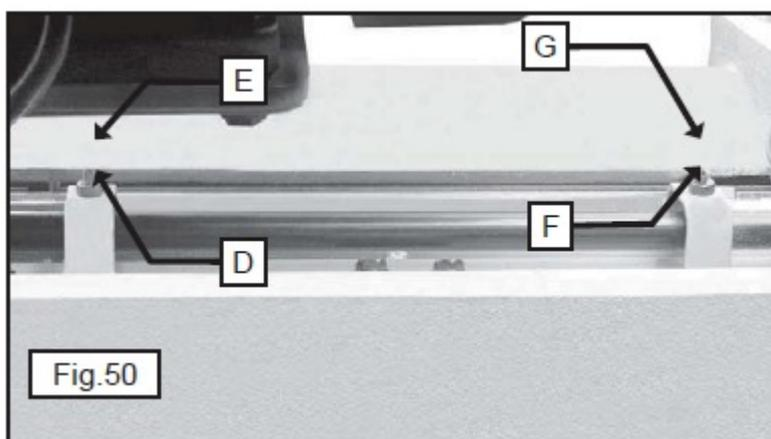

Рис. 50
4. Для регулировки стружколомателя по высоте снять верхнюю крышку станка. Ослабить гайку (D), рис. 50. Вращать винт (E) до тех пор, пока конец стружколомателя не будет отрегулирован надлежащим образом. Затянуть гайку (D).
5. Поставить калибр на другой конец стружколомателя. Ослабить гайку (F), рис. 50, затем повернуть регулировочный винт (G).